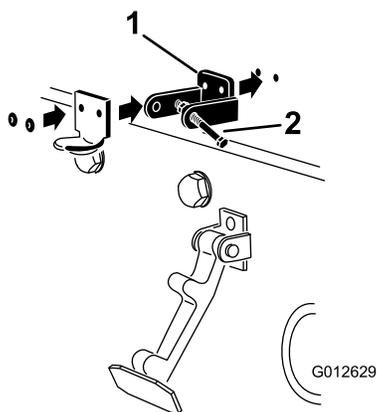

Рисунок 5
4. Совмещая монтажные отверстия, поместите стопорный кронштейн стандарта CE и кронштейн защелки капота на капот (Рисунок 5).
6. Приклепайте кронштейны и шайбы к капоту (**Рисунок 5**).